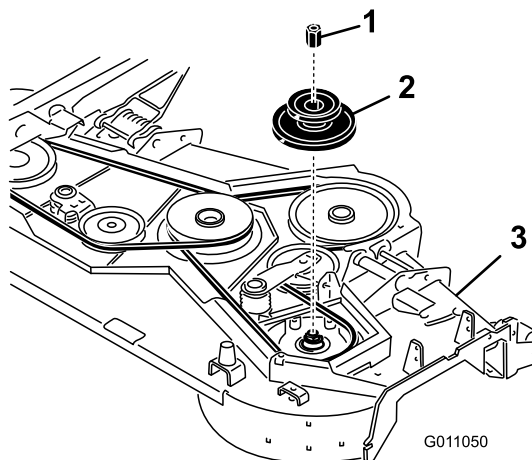

Figure 3
4. Placez une cale sous l'axe de la lame droite sous le plateau de coupe avant de déposer la poulie droite du plateau (Figure 3). Cela empêchera les composants de l'axe de tomber quand l'écrou de la poulie est retiré.
5. Enlevez l'écrou existant de la poulie et enlevez la poulie (Figure 3). Mettez la poulie et l'écrou de côté pour un usage ultérieur.
6. Montez la nouvelle double poulie sur l'axe et fixez-la avec le nouvel écrou (Figure 3). Serrez l'écrou à un couple de 176 à 203 N m.